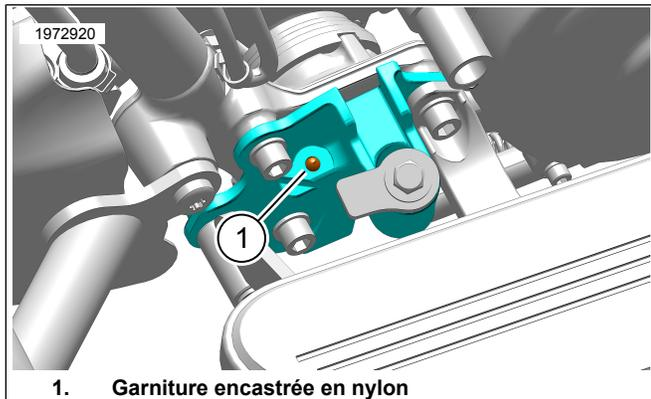

Figure 2. Garniture encastrée en nylon
1. Voir la Figure 2. Retirez la garniture encastrée en nylon (1) du sous-ensemble de la béquille latérale.